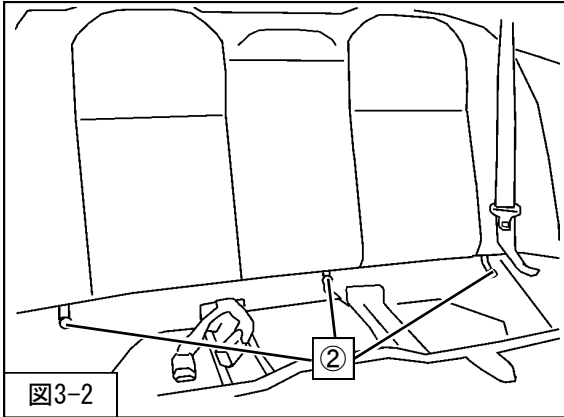

図3-2
2. ②リアシートバックレスト取付ボルトを取外し、リアシートバックレストを取外してください。(図3-2)